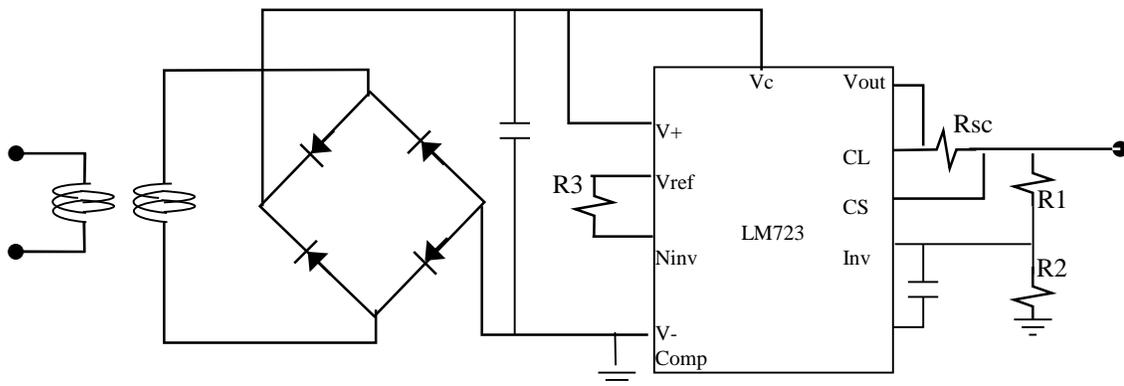

Figura 1
1. Sobre la base del diagrama en bloques del **regulador de tensión LM723**, explique el funcionamiento de la fuente regulada de la figura 1.